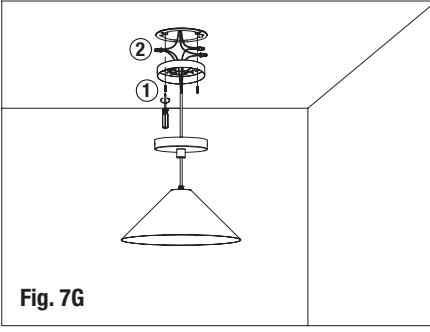

Fig. 7G
- Fix the mounting bracket to the junction box using screws, and connect the suspension wire power input wire to the corresponding mains power from the junctionbox using wire connectors (Fig. 7G).
- Fixez le support de montage à la boîte de jonction à l'aide de vis, puis connectez le fil d'alimentation du fil de suspension à l'alimentation secteur correspondante de la boîte de jonction à l'aide de connecteurs de fils (Fig. 7G).